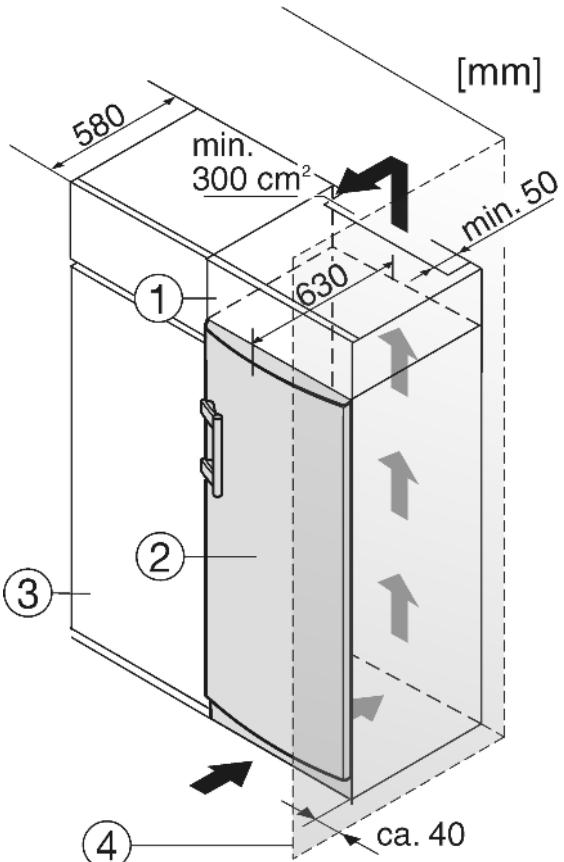

Fig. 8
- (1) Дополнительный шкафчик
(2) Устройство
- (3) Кухонный шкаф
(4) Стенка
Устройство может быть окружено предметами кухонной обстановки. Чтобы уравнять устройство Fig. 8 (2) по высоте с кухонной стенкой, можно установить над устройством соответствующий дополнительный шкафчик Fig. 8 (1).
При комбинировании с обычными кухонными шкафами (глубина макс. 580 мм) устройство можно установить непосредственно рядом с кухонным шкафом Fig. 8 (3). Дверь устройства выступает по сторонам на 34 мм и по центру устройства на 50 мм относительно передней стенки кухонного шкафа. Поэтому ее можно свободно открывать и закрывать.
Если устройство установлено на шарнирах у стены Fig. 8 (4), то расстояние между устройством и стеной должно быть не менее 40 мм. Настолько выступает ручка при открытой дверце.